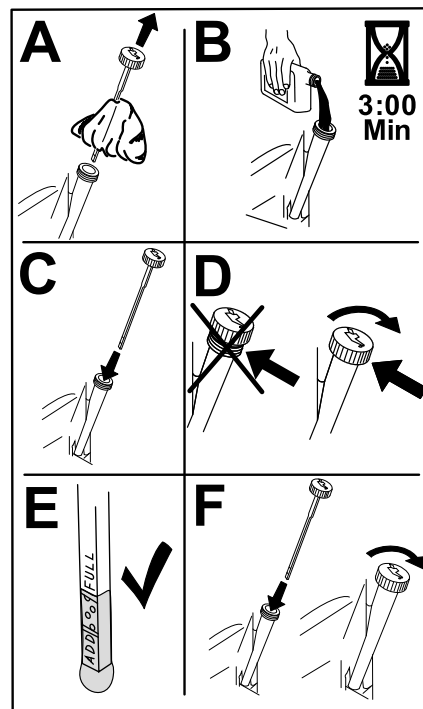

Figura 38
5. Vierta lentamente un 80% aproximadamente del aceite especificado por el tubo de llenado, luego añada lentamente el resto del aceite hasta que llegue a la marca de **Lleno** (Figura 38).
3. Llene el cárter con el tipo correcto de aceite nuevo (Figura 38).